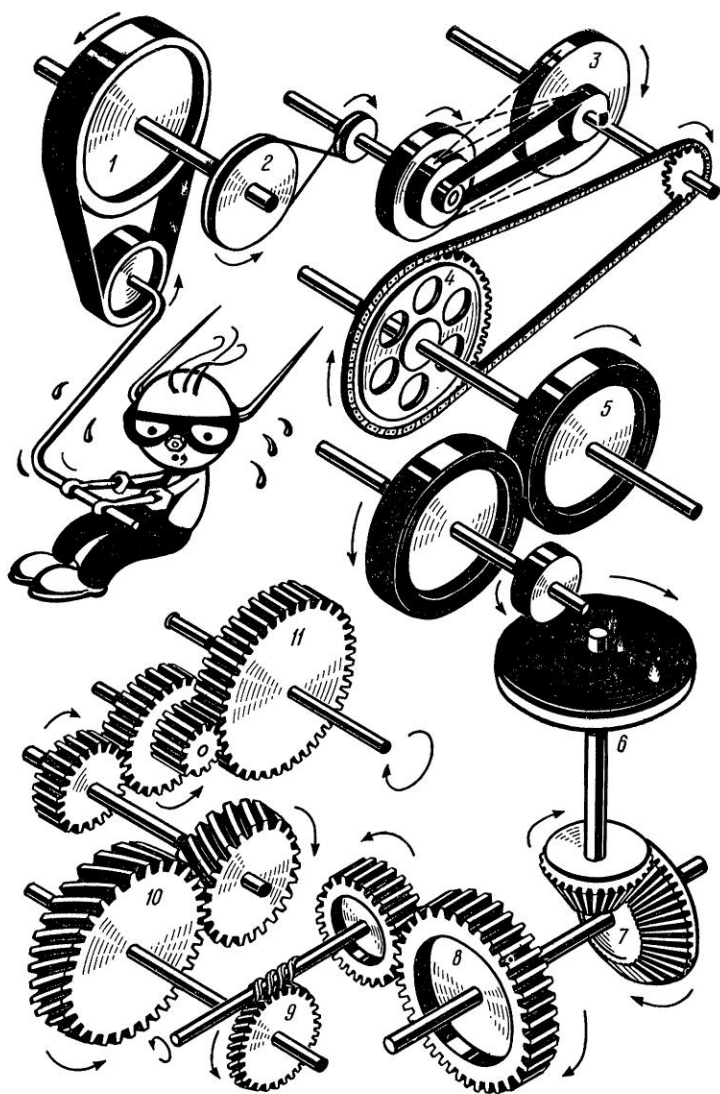

Рис. 84. Редукторы и передачи:
Необходимость передачи вращательного движения вала двигателя на ось или непосредственно на колеса моделей заставляет подбирать самые удобные способы использования (рис. 84) ремней (1—3), цепи (4), фрикциона (5, 6), конических и цилиндрических шестерен (7, 8), червяка (9), шестерен с косым зубом (10) и др. Зубчатая передача в большинстве моделей оказывается наиболее приемлемой. Зубчатые колеса подбирают в наборах «Конструктор» или извлекают из непригодных приборов, пишущих машинок, часовых механизмов, технических игрушек.